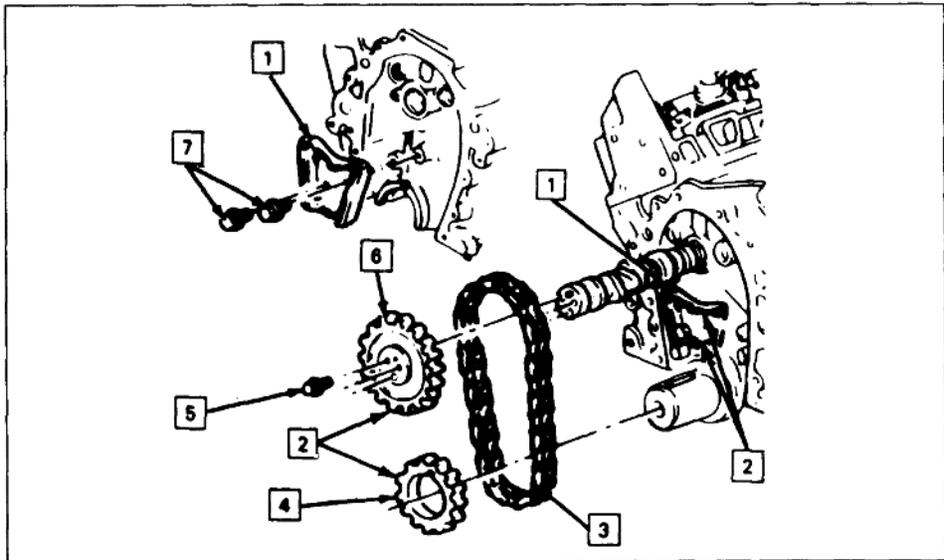

图 1-1-3 3.1L 发动机正时记号
(1) 脱开蓄电池负极电缆, 排出冷却液, 拆下传动皮带, 拆下带软管的动力转向泵并放置到一旁。
(2) 升起汽车, 拆下右内挡泥板罩。拆下曲轴调整器螺栓和曲轴调整器, 拆下起动机。拆下前发动机座到大梁的 2 个螺母, 拆下前发动机座。
(3) 拆下正时链罩螺栓, 拆下油底壳螺栓和油底壳。从正时链罩上脱开散热器下水软管和冷却液旁通软管。拆下皮带轮和正时链罩。
(4) 见图 1-1-3, 转动曲轴直到在凸轮轴和曲轴链轮上的正时记号在一条线上, 拆下凸轮轴和曲轴链轮螺栓, 拆下凸轮轴链轮和正时链。